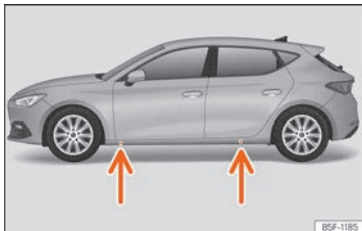

Fig. 45 Puntos de apoyo del gato.
- Busque en el larguero la marca del punto de apoyo del gato (zona hundida) más cercano a la rueda a cambiar »» » fig. 45.